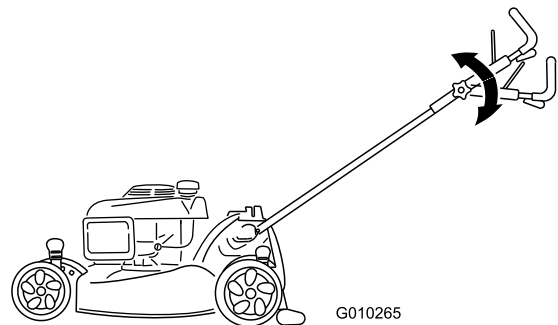

Figura 17
2. Spostate la sezione superiore della stegola nella posizione desiderata (Figura 17).